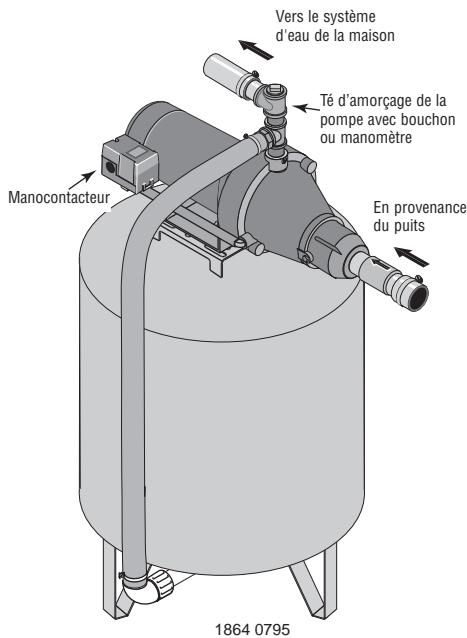

Figure 4 : Branchements sur un réservoir préchargé
BRANCHEMENT SUR UN RÉSERVOIR PRÉCHARGÉ (Figure 4)
- 1 ° Poser deux té dans l'orifice de refoulement de la pompe (voir la Figure 4). Le diamètre du tuyau doit être au moins aussi grand que le diamètre de l'orifice de refoulement.